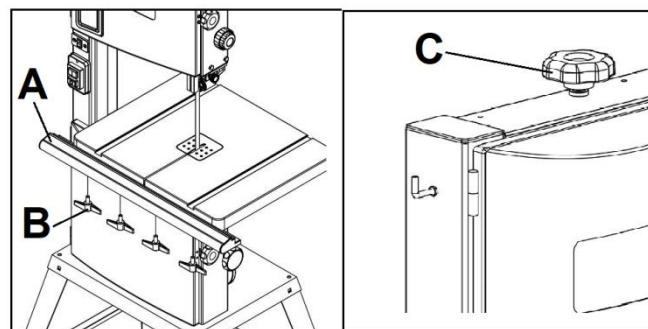

Рисунок 4
Установка направляющей (A, Рис. 4).
Закрепите направляющую на краю стола с помощью стопорных ручек направляющей (B) (Рис.4).
Закрепите крючок с шестигранной гайкой (C, Рис. 4) на раме.